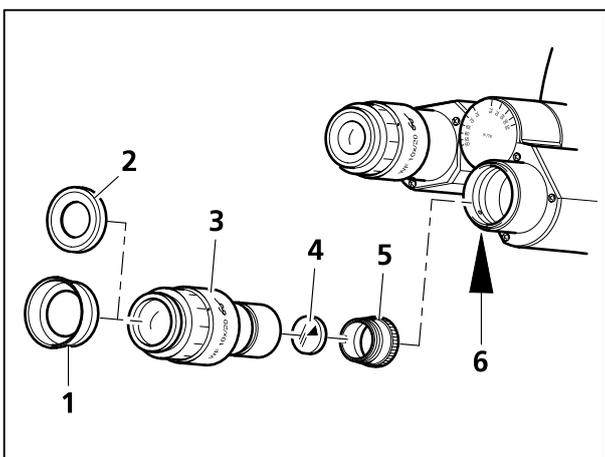

Рисунок 7 Вставление окулярного указателя
Окуляры (Рисунок 7/3) оснащены отгибаемыми наглазниками из резины (Рисунок 7/1: вытянуты; Рисунок 7/2: отогнуты).
- Ослабить резьбовой штифт (Рисунок 7/6) на нижней стороне бинокулярной насадки с помощью одномиллиметрового торцового шестигранного ключа и вынуть окуляр.
- Вывинтить диафрагменный блок (Рисунок 7/5) из окуляра вручную.
- Вставить окулярный указатель (Рисунок 7/4) в окуляр (сторона с покрытием должна быть обращена к глазу наблюдателя). Снова завинтить диафрагменный блок.
- Вращением юстировочного кольца окуляра (Рисунок 7/3) установить на резкость треугольник окулярного указателя.